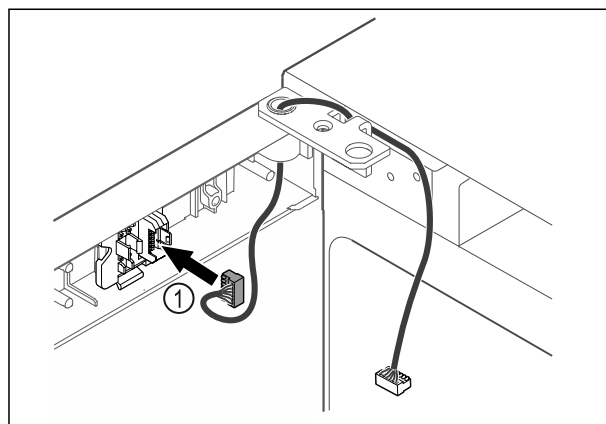

Fig. 33
- Inserire il connettore Fig. 33 (1) nel supporto connettori.